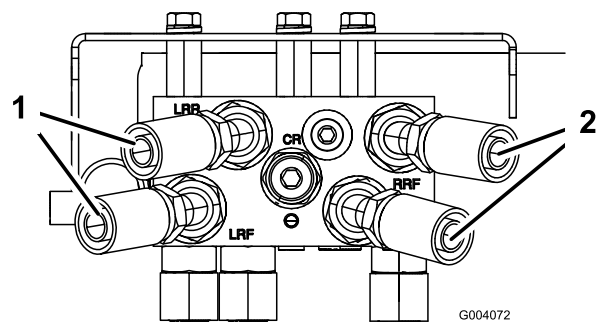

Figura 6
- Avvitare senza stringere l'estremità del raccordo a 45° di ciascun flessibile idraulico sui raccordi dritti nella parte posteriore del collettore (Figura 6).